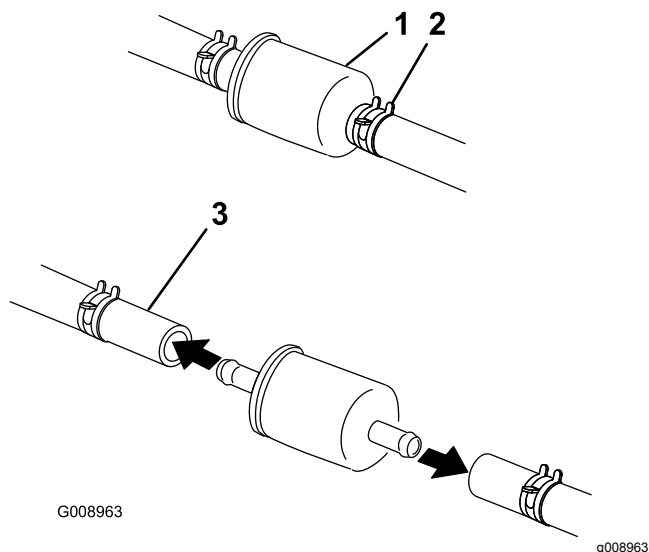

Figura 59
5. Cambie el filtro de combustible (Figura 59).